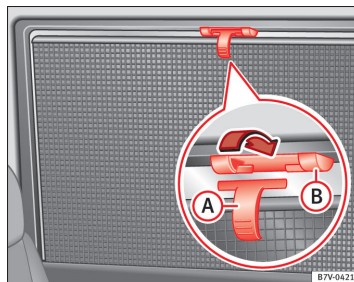

Fig. 64 I højre siderude bagi: rullegardin
- Træk rullegardinet helt op ved hjælp af det fremstående greb ⇒ Fig. 64 ①.
- Sæt stangen ind i de tilhørende holdere ② ved hjælp af de to øjer. Sørg for, at rullegardinet, der er trukket for, sidder godt fast i de to holdere ②.
- Hægt rullegardinet af foroven, og før det nedad med hånden for at rulle det fra ⇒ ③.